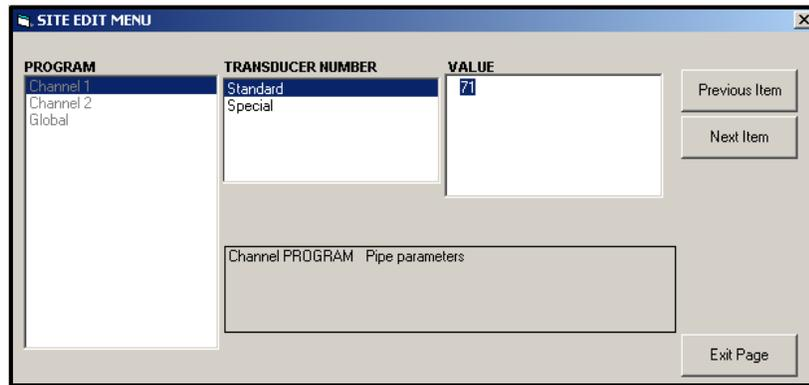

Figura 42: Opción Parámetros de tubería en el menú Edición de sitio
- a. Resalte y haga doble clic en la opción deseada en el panel central. La Figura 42 en la página 88 muestra la primera entrada (*Número de Transductor*) en la opción *Parámetros de Tubería*. El título sobre el panel central muestra la entrada actual, mientras que el panel central muestra las selecciones disponibles para esa entrada.